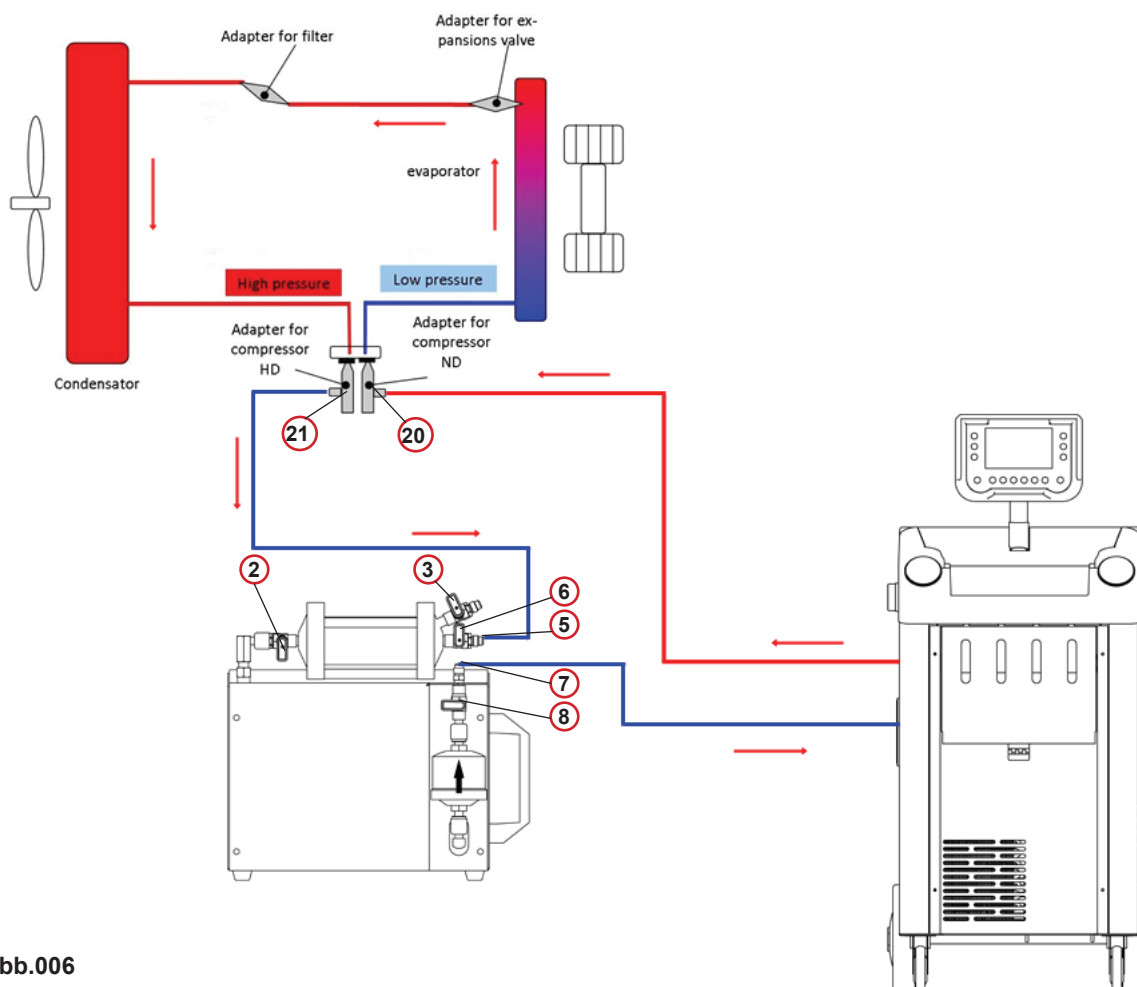

Abb.006
1. Den roten Serviceschlauch (Hochdruck) des Klimaservicegerätes an den herstellerspezifischen Adapter der Niederdruckseite blau des Kompressors der Klimaanlage (20 Abb.006) anschließen.
2. Den blauen Serviceschlauch (Niederdruck) des Klimaservicegerätes an den Filteranschluss (7 Abb.006) des Spülkits anschließen.
4. Die andere Seite des blauen Schlauchs vom Spülkit mit dem herstellerspezifischen Adapter der Hochdruckseite rot des Kompressors der Klimaanlage (21) verbinden.
5. Die Ventile (2, 6) und (8) öffnen und sicherstellen, dass das Ventil (3 Abb.006) geschlossen ist.
10. Am Ende des Spülvorganges können Sie mögliche Öl- oder feste Partikelrückstände, mit Hilfe des Ablassventils (3) aus dem Inspector-Schauglas entfernen und entsorgen.